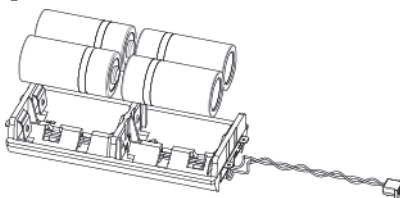

Figura 11
3. Insira as baterias novas, observando a polaridade (ver Figura 11).
4. Coloque as baterias novas observando a polaridade (*ver Figura 11*) e feche a tampa do compartimento.